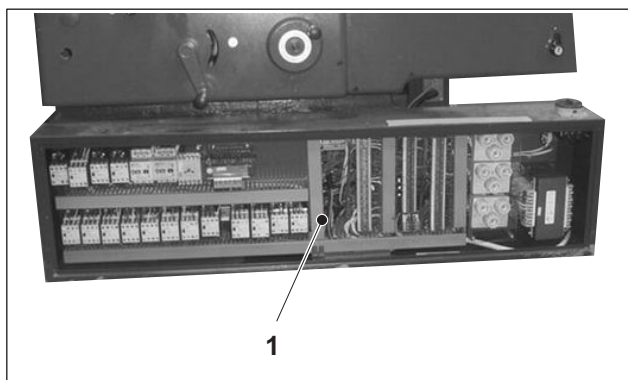

Abb. 8 Schaltgerät
2. Demontieren Sie den Deckel am Schaltgerät (Abb. 8/1).